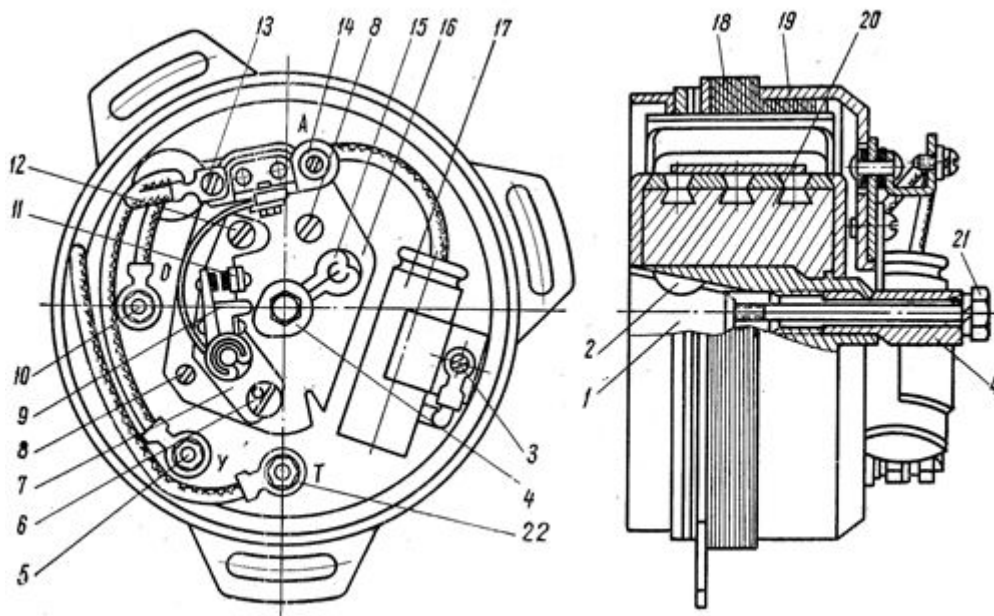

Рис. 24. Генератор Г-421:
На мотоцикле 3.111 устанавливается генератор переменного тока Г421. Напряжение цепи освещения с полной нагрузкой 6-8 вольт при оборотах двигателя 2000-6000 в мин. Генератор состоит из ротора, статора и передней крышки с прерывателем (рис. 24).
На передней крышке монтируются выводные клеммы цепи зажигания (14) рис. 24, цепи освещения (10), цепи стоп-сигнала (22) и указателей поворота (5).